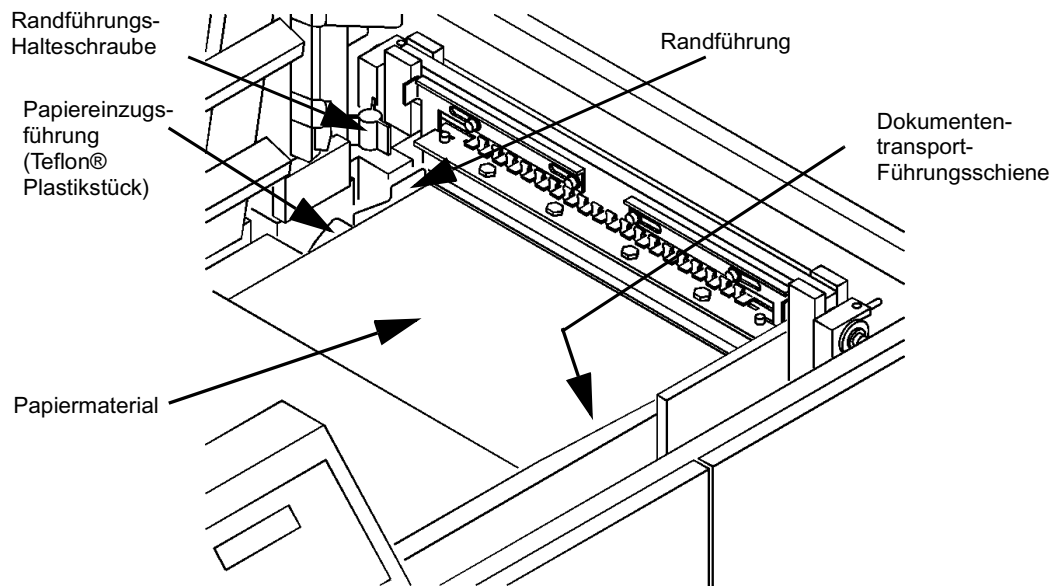

Abbildung 2-8: Randführung einstellen
- 6 Vergewissern Sie sich, dass das Papier, wie in Abbildung 2-8 gezeigt, an der Führungsschiene anliegt. Wenn das Papier gerade an der Schiene anliegt und so nah wie möglich an der Randführung liegt, ohne diese direkt zu berühren, gehen Sie zum Abschnitt **Abstandmesser einrichten**. Falls nicht, machen Sie mit **Schritt 7** weiter, um die Randführung richtig einzustellen.
Hinweis: Bei Verwendung der vorhandenen 11-Zoll-Randführung vergewissern Sie sich, dass die Randführung sich unter der Papiereinzugsführung (Abbildung 2-8) befindet, bevor Sie fortfahren.